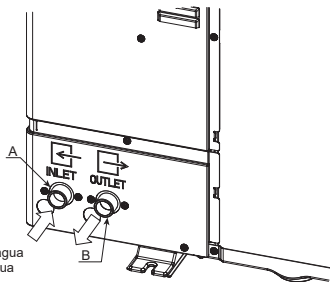

Fig. 6-1
6.1. Conexión de las tuberías del agua (Fig. 6-1)
- La posición de las tuberías de entrada y salida se muestra en la Fig. 6-1.